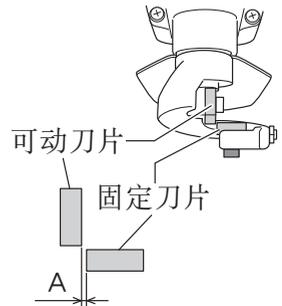
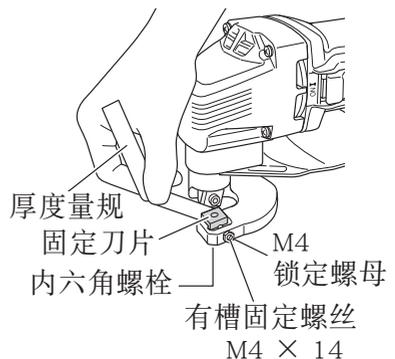

图 6
图 7
5. 调整剪切刀片之间的水平间隔（图 6, 7）
请按下列顺序（图 7），将刀片之间的水平间隔（图 6 中的 A）调至要剪切的钢板厚度的 1/10 左右。